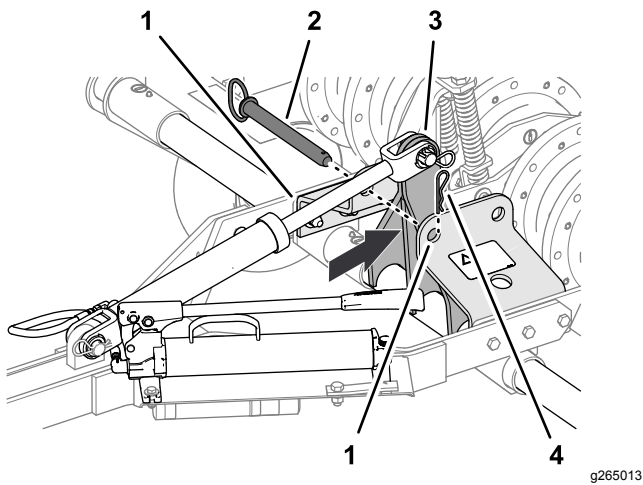

Figura 12
5. Utilizando la bomba hidráulica manual, sitúe el brazo de elevación (Figura 12) justo por detrás de los orificios delanteros del soporte de la barra de bloqueo (posición de transporte).
- Introduzca el pasador de la barra de bloqueo en los orificios delanteros del soporte de la barra de bloqueo, y sujete el pasador de la barra de bloqueo al soporte con la chaveta (Figura 12).